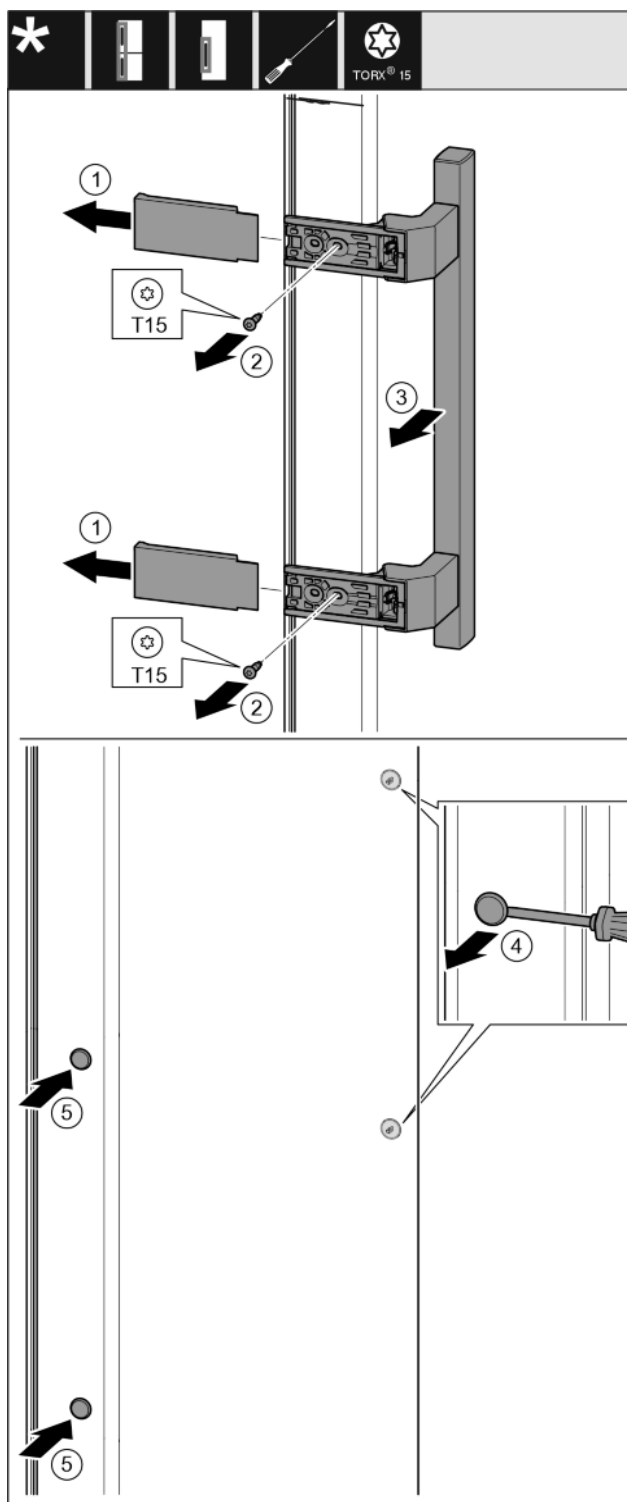

Fig. 30
- ▶ Skinite pokrov. Fig. 30 (1)
- ▶ Odvijačem T15 odvijte vijke. Fig. 30 (2)
- ▶ Skinite ručicu. Fig. 30 (3)
- ▶ Ravnim odvijačem oprezno podignite bočni čep i izvucite ga. Fig. 30 (4)
- ▶ Ponovo umetnite čep na drugoj strani. Fig. 30 (5)